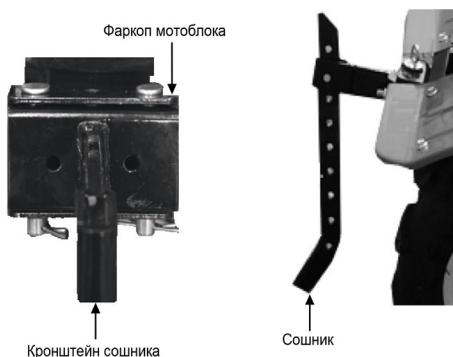

Рис. 4
5. Установите на мотоблок кронштейн сошника (Рис. 4)